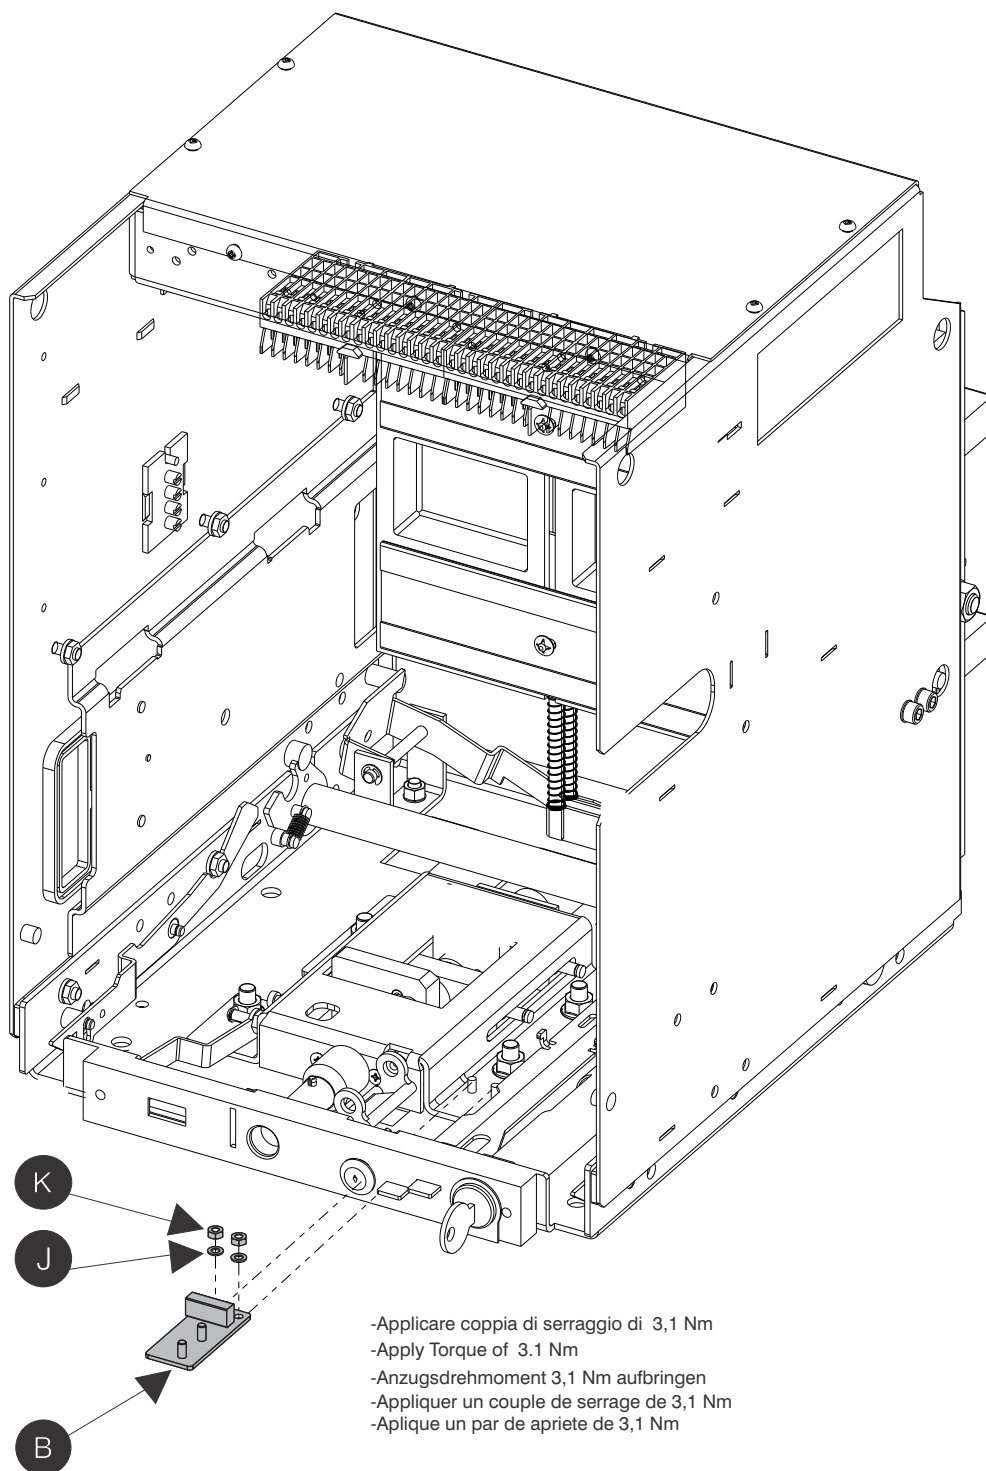

Fig. 22
- Assemble the parts shown in figure 22 from M-PACT.
- Montieren Sie die in Abbildung 22 gezeigten Teile aus der M-PACT/M-PACT plus FR1-Kassette
- Assembler les pièces illustrées à la figure 22 à partir de la cassette M-PACT/M-PACT plus FR1